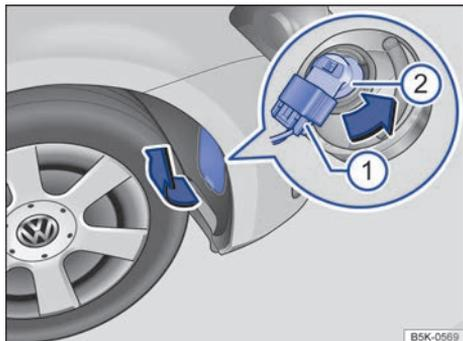

Fig. 169 En el guardabarros delantero derecho: cambio de lámpara en el faro.
3.	Desprenda la tapa del guardabarros con cuidado en el sentido de la flecha, en caso necesario haciendo palanca con la punta plana del destornillador de las herramientas de a bordo → fig. 169.
4.	Desbloquee el conector ① y desacóplelo.
5.	Gire el portalámparas ② en el sentido contrario al de las agujas del reloj (flecha), hasta el tope, y extráigalo junto con la lámpara hacia atrás.
8.	Acople el conector ① al portalámparas ②. El conector debe encastrar de forma audible.
9.	Coloque la tapa en el guardabarros → fig. 169.